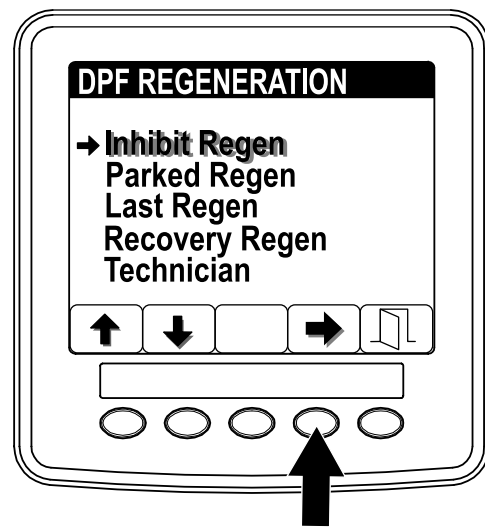

Figura 41
1. Acceda al menú DPF Regeneration (Regeneración de DPF) y pulse los botones 1 o 2 para desplazarse hacia abajo, hasta la opción INHIBIT REGEN (Inhibir regeneración) (Figura 41).
2. Pulse el botón 4 para seleccionar la opción Inhibit Regen (Inhibir regeneración) (Figura 41).